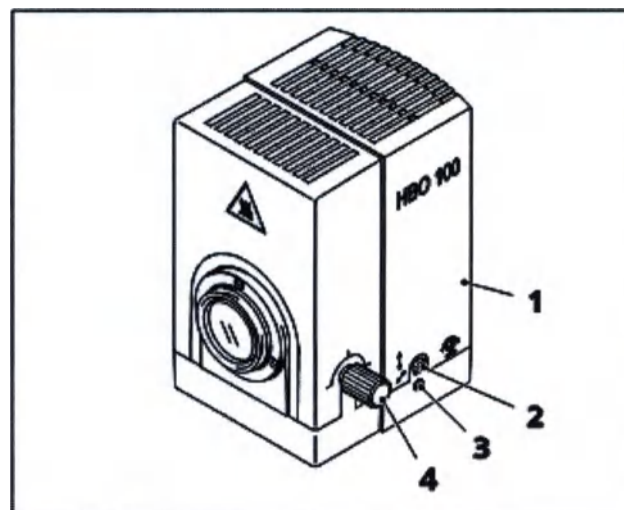

Рис. 55 Регулировка HBO 100
Осветитель HBO 100 (рис. 55/1) выпускается в двух вариантах: с ручной и автоматической регулировкой.
- С помощью рифленой рукоятки (рис. 55/4) поверните коллектор, сфокусировав более яркое изображение дуги.
- Используйте отвертку с шаровой головкой на 3 мм и регулировочные винты для выравнивания по высоте (рис. 55/2) и для бокового выравнивания (рис. 55/3), чтобы разместить изображение световой дуги по центру рядом с дугой.